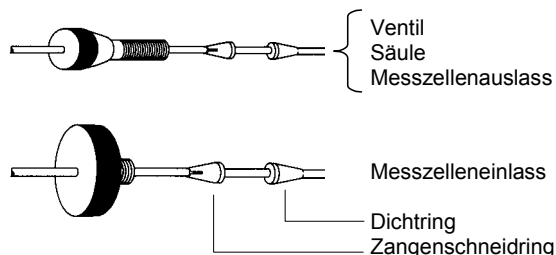

Abb. 6 DYNASEAL Kapillarverbindungen
2. Führen Sie die Verschraubung, den Zangenschneidring und den Dichtring auf die Kapillare. Achten Sie auf Reihenfolge und Ausrichtung der Fittings, siehe Abb. 6 „DYNASEAL Kapillarverbindungen“.